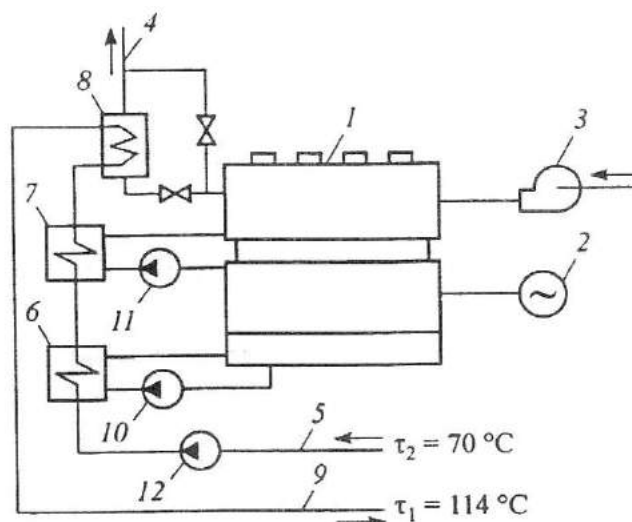

Рис. 1. Принципиальная схема когенерационной системы с газопоршневым агрегатом (ГПА)
1. Объяснить принцип действия, технологическую схему (см. рис. 1) и состав оборудования когенерационной установки с газопоршневым агрегатом (ГПА).